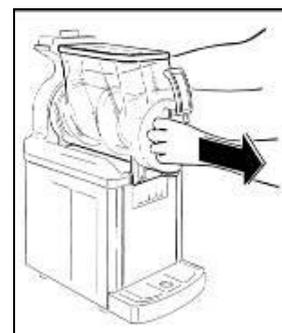

Abb. 8
- Die Wanne nach außen ziehen und sie von ihrem Sitz (Abb.8) entfernen.